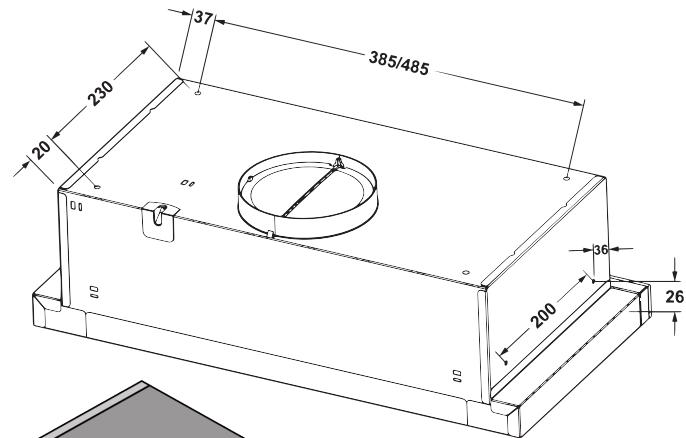

Рис.4
6.6 Кріплення витяжки здійснюється 4 метричними гвинтами M5x35, що вкручуються зсередини навісної шафи в різьбові гайки M5, приклепані до верхньої площини корпусу витяжки (рис.4 / 4.1).